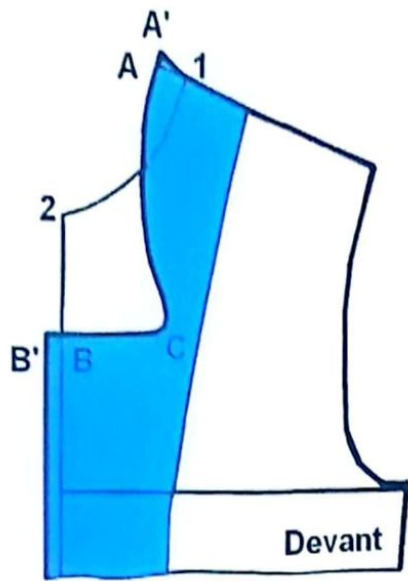

FIG. 3
- Tracez la parementure devant à partir de l'épaule à 4 cm de l'encolure devant en courbe et joignant le bas du vêtement à 6 ou 8 cm du bord de la croisure en ligne droite (fig.3). Tracez la parementure dos de 4 cm de large selon le schéma (fig.4).